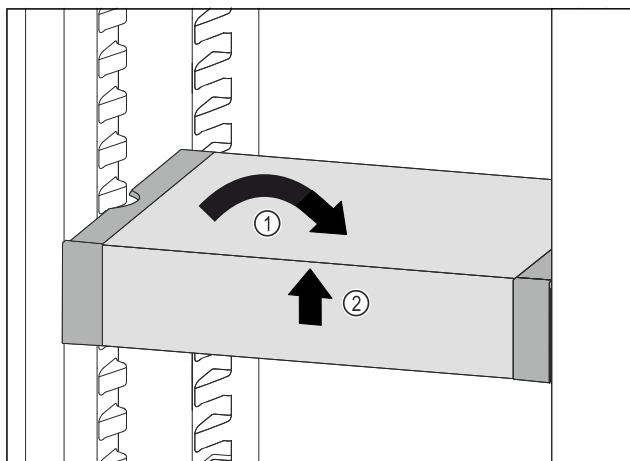

Fig. 128
- VarioSafe postavte rovno. Fig. 128 (1)
- VarioSafe nadvihnite vpredu. Fig. 128 (2)